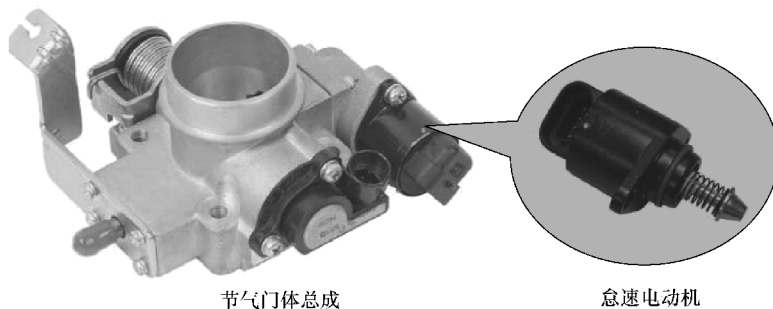

图 10-6 怠速电动机提升装置
(1) 怠速电动机提升装置 怠速电动机提升装置是由 EFI（电控燃油喷射系统）的控制单元控制的。如图 10-6 所示，怠速电动机与节气门电动机一起装在节气门体上，节气门电动机用于控制发动机正常运行工况的进气量，而怠速电动机用于控制怠速工况时旁通通道的进气量。